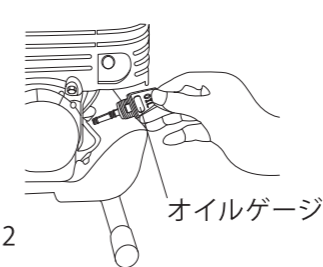

図2
b. エンジンオイルの点検。エンジンを水平にしオイル給油キャップを外し、注入口の口元までオイルがあるか点検してください。(図2・3) 不足している場合は、新しいオイルを口元まで補給してください。・汚れや変色が著しい場合は交換してください。(交換時期、方法はd.エンジンオイルの交換参照)